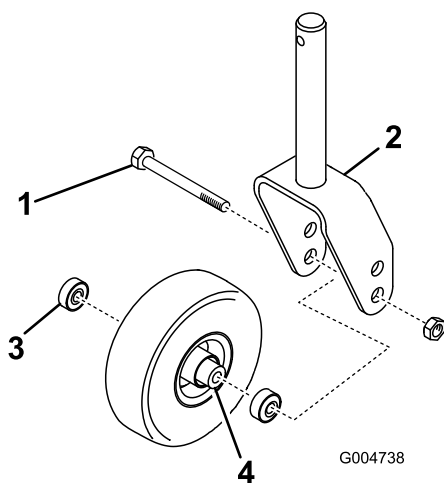

Figura 139
da roda giratória ou o braço articulado da roda giratória (Figura 139).
- Fixe a roda giratória e retire o parafuso da forquilha ou do braço articulado (Figura 139).
- Retire o rolamento do cubo da roda e deixe cair o espaçador do rolamento para fora (Figura 139).
- Retire o rolamento do lado oposto ao do cubo da roda (Figura 139).